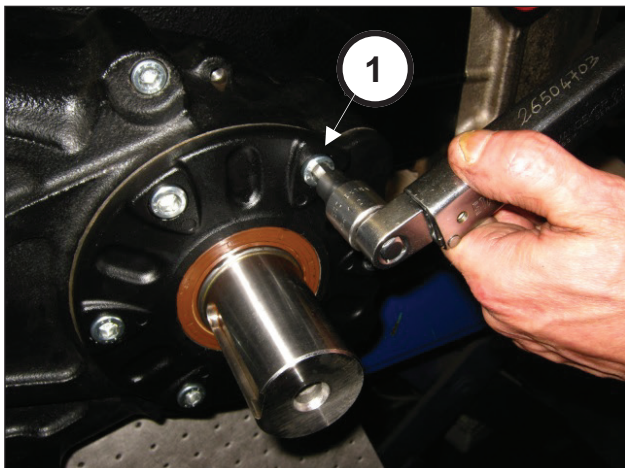

Fig. 95
Serrare le 6 viti M10x25 (pos. ①, Fig. 95). Tarare le viti con chiave dinamometrica come indicato nel capitolo 3 TARATURE SERRAGGIO VITI.